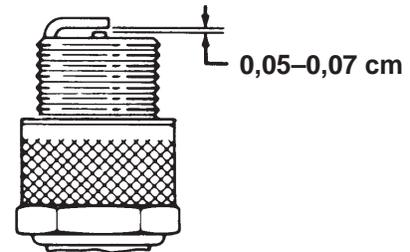

Bild 32
3. Der korrekte Abstand beträgt 0,05 bis 0,07 cm (Bild 32).